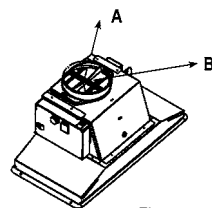

Fig. 1
1. Anslut slangen till utloppsflänsen \varnothing 150 mm (fig. 1, A), som skall installeras med spännband (extra tillbehör), kontrollera att spjället i utloppsslangen (backspjäll) (fig. 1, B) öppnas och stängs.